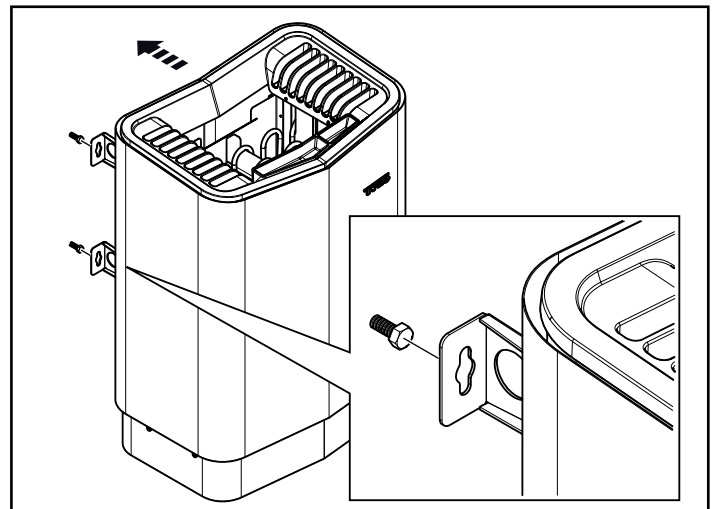

Abb. 13: Aufhängen des Ofens
- Hängen Sie den Ofen an den Schrauben auf, siehe Abb. 13.